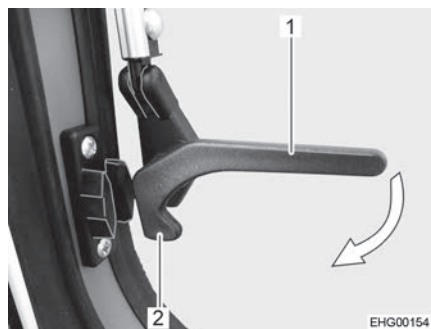

Bild 50 Verriegelungshebel, seitlich (Stellung "geöffnet")
- Die seitlichen Verriegelungshebel (Bild 50,1) eine viertel Umdrehung zum Fensterrahmen hin drehen, bis die Verriegelungsnase (Bild 50,2) einrastet.